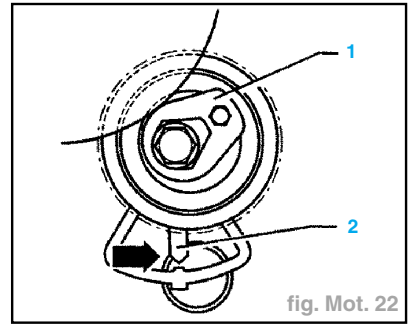

fig. Mot. 22
- Tendre ensuite la courroie crantée en tournant le galet-tendeur dans le sens inverse d'horloge à l'aide d'une clé mâle coudée que l'on engage dans l'entraînement à six pans (1) jusqu'à ce que le taquet (2) se positionne en face de l'ergot-repère de l'étrier (flèche) (fig. Mot. 22).